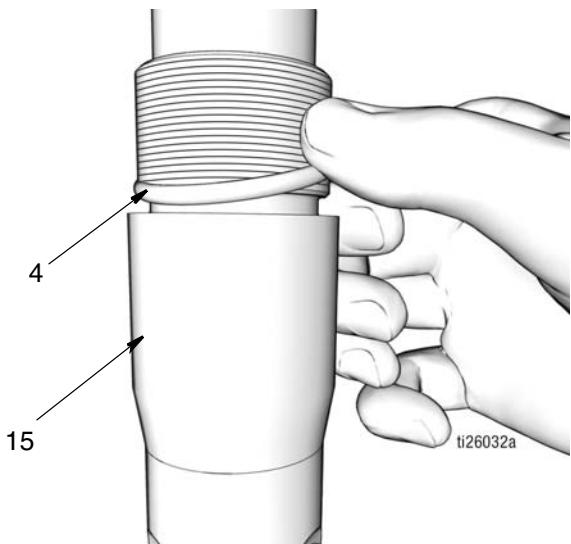

图 43
- 在 O 形圈 (4) 上抹上薄薄一层滑脂，在出口止回阀 (15) 周围安装 O 形圈 (图 43)。